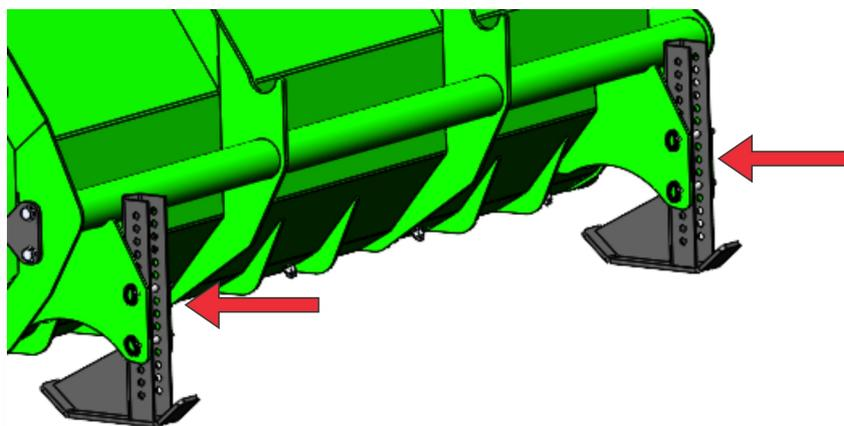

Figura 6.1 – Regulagem das sapatas.
1. Com a máquina devidamente acoplada, conforme apresentado na sessão de acoplamento, regule a profundidade de trabalho ajustando as sapatas (figura 6.1).